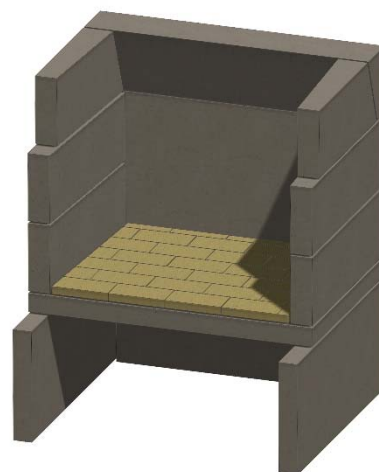

Figure 17. Brique réfractaire de plancher
I. Tapissez la chambre de combustion, en utilisant des briques réfractaires fendues et des joints de mortier d'un pouce⁴. Installez d'abord la brique réfractaire sur le plancher, avec un demi-pouce⁴ de Stone Age Multi-Purpose Ready-Mix ou d'un autre mortier haute température. Voir la figure 17.